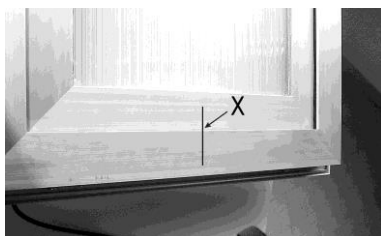

Figure 2
- A. Tracer au crayon la ligne médiane X de la fenêtre (Fig.2).